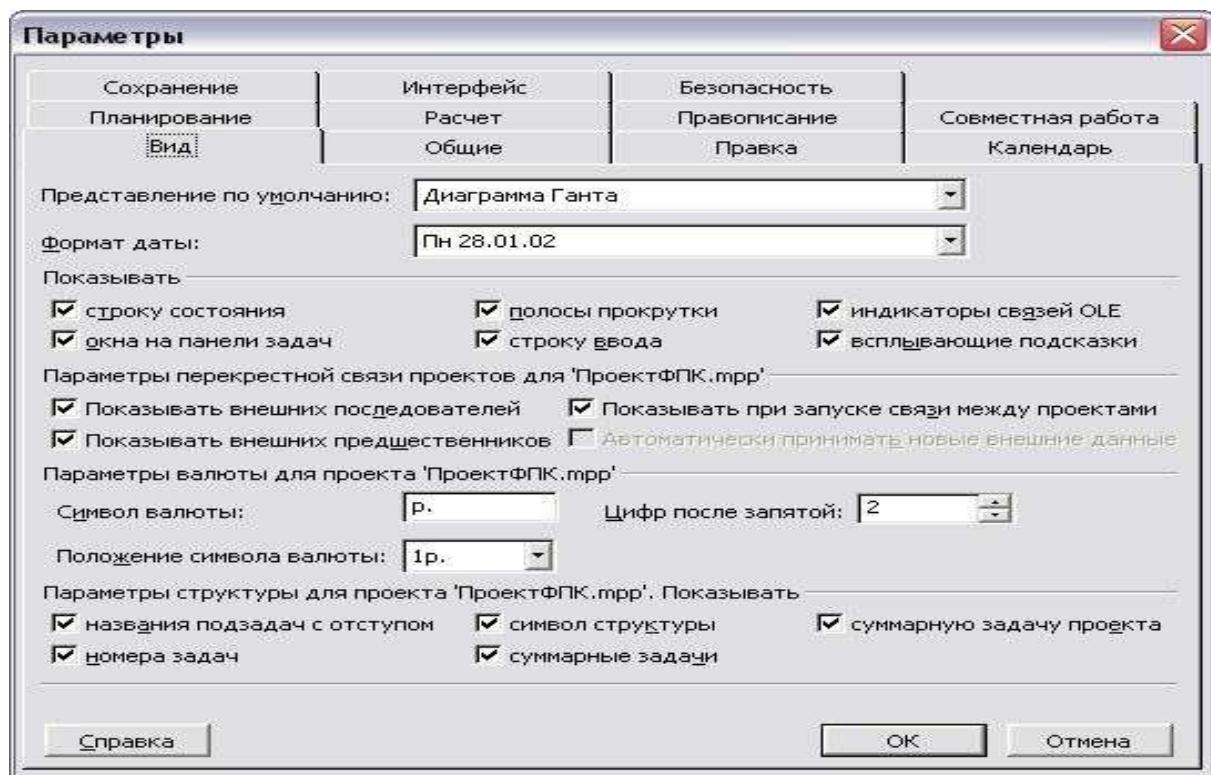

Рис.8. Вкладка **Вид** диалогового окна **Параметры**.
3. Перейти на вкладку **Вид** (**Сервис - Параметры – Вид**). Здесь устанавливаются параметры для управления основными элементами окна Project (рис. 8) Обязательно установите флажок у опции *Номера задач* (программа будет сама проставлять номера и считать задачи), а также установите флажок для опции: показывать *суммарную задачу проекта*. Именно суммарная задача проекта отображает стоимость (бюджет) проекта.